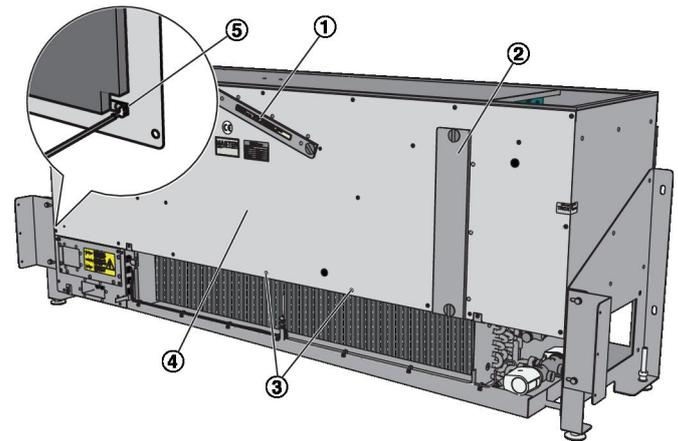

Abb. 33: Gerätedeckel demontieren (SCHOOLAIR-B)
3. ▶ Abluftfilter (Abb. 33/1) herausnehmen und den Filterdeckel (Abb. 33/2) vom Außenluftfilter demontieren.
5. ▶ Den Gerätedeckel des Lüftungsgeräts (Abb. 33/4) demontieren, dazu alle Kreuzschlitzschrauben (Abb. 33/3) am Gerätedeckel lösen.
Beim Abnehmen des Gerätedeckels, den Schutzleiter (Abb. 33/5) lösen.